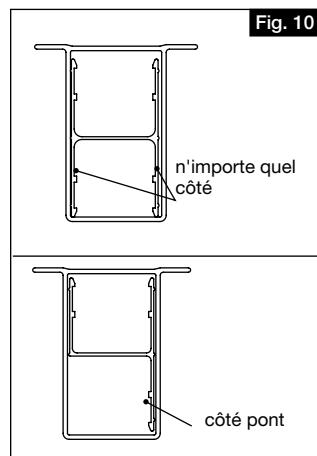

Fig. 10
- b. Enclencher tous les barreaux dans la traverse inférieure (Fig.10).
**NOTE:** Les traverses supérieures de la gamme Finyl sont renforcées par un profil en H en aluminium. Vérifier l'intérieur de la traverse supérieure avant de l'installer. Si elle a une forme autre que celle d'un « H » majuscule, on doit l'orienter de manière à ce que la partie longue du profil en aluminium soit orientée vers l'intérieur de la terrasse (Fig. 10).